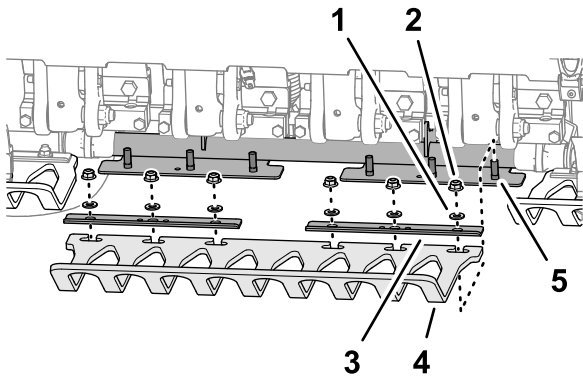

图 39
**注意** 出厂时附带的护草板夹具、垫圈和凸缘锁紧螺母固定到护草板支架 图 39。